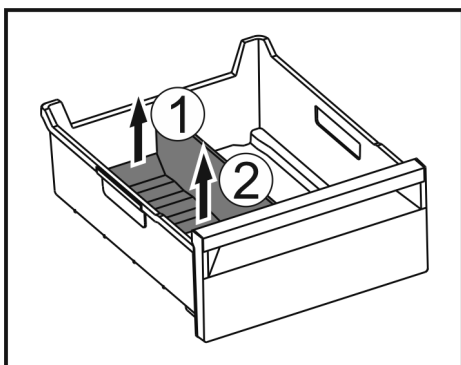

Fig. 120
- ▶ Dvignite zadnji del pregrade predala za led. Fig. 120 (1)
- ▶ Pregrado predala za led odstranite navzgor. Fig. 120 (2)